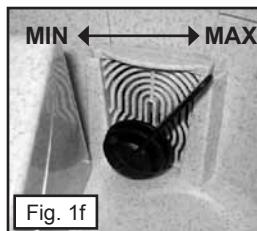

Fig. 1f
- 10) Indstil den ønskede vandstrøm med knappen til justering af vandmængde, placeret til højre for vandrampen. Indstil til svag vandstrøm ved klokken 10 og stærk vandstrøm ved klokken 2. (Fig. 1f)